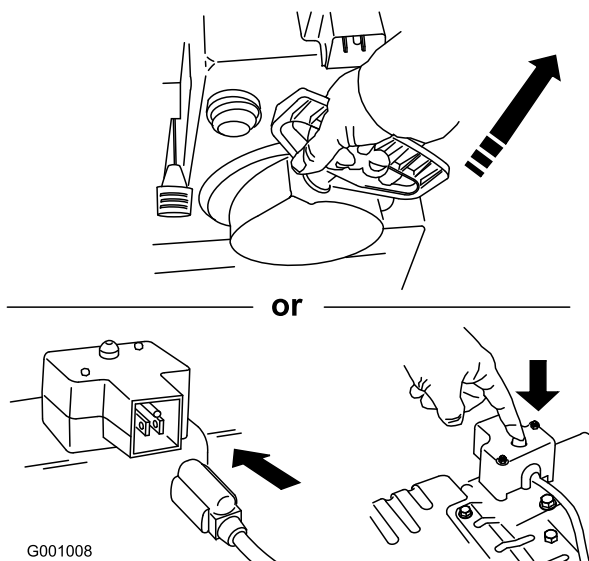

Figure 27
7. Démarrez la déneigeuse à l'aide du lanceur ou du démarreur électrique (Figure 27).